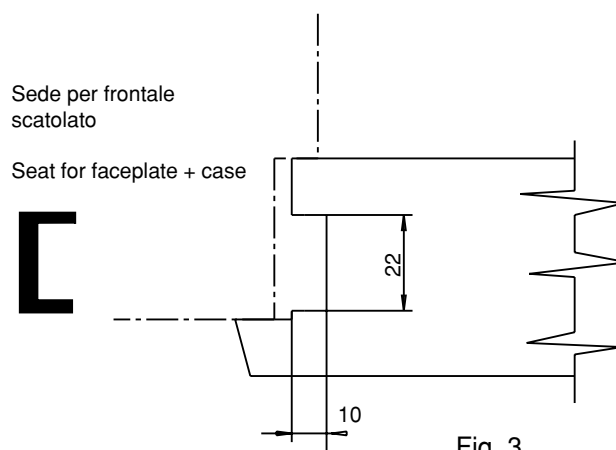

Fig. 3
- a) Eseguire la fresatura per la sede del frontale per tutta l'altezza del montante della porta (fig. 3- 4).